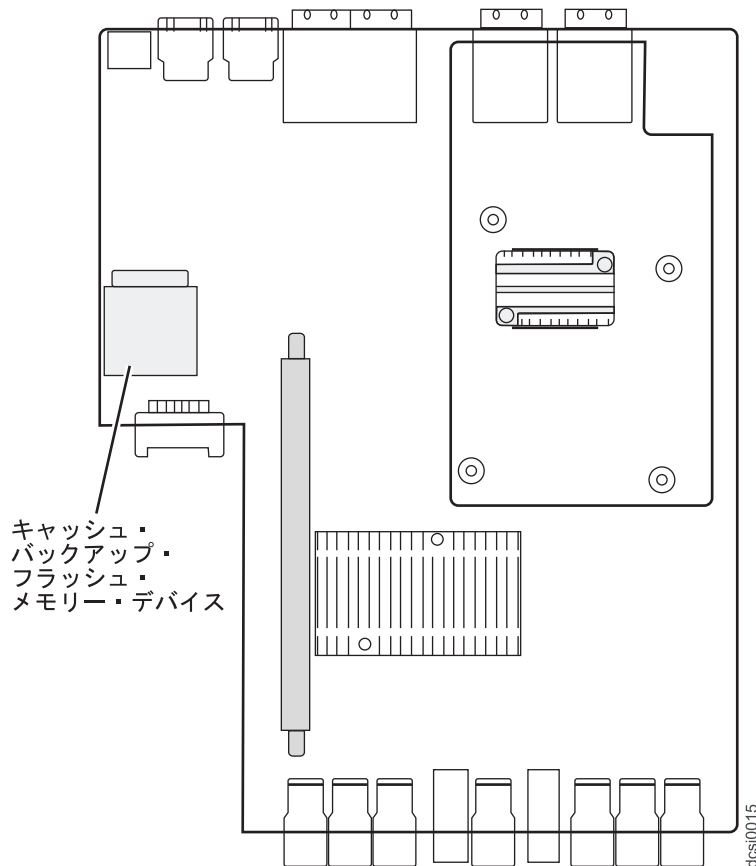

図 66. キャッシュ・バックアップ・フラッシュ・メモリー・デバイスの位置
12. キャッシュ・バックアップ・フラッシュ・メモリー・デバイスをコントローラーから取り外し、新しいコントローラーに取り付けます。122 ページの図 66 は、コントローラーのボード上のキャッシュ・バックアップ・フラッシュ・メモリー・デバイスの位置を示しています。